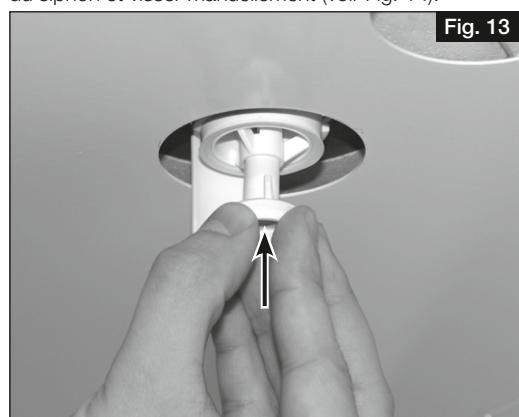

Fig. 13
3. Insérer la pièce de verrouillage et la pousser vers le haut (voir Fig. 13).